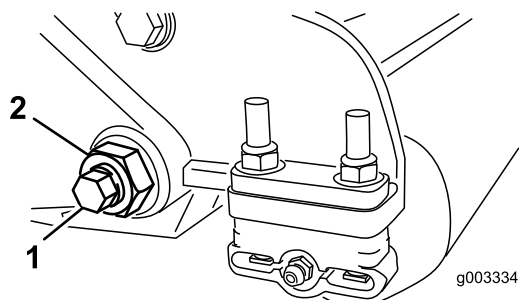

Figure 30
3. De chaque côté de la machine, desserrez le contre-écrou de fixation du boulon de la barre d'appui (Figure 30).
4. Retirez les boulons de la barre d'appui de façon à pouvoir abaisser la barre et la déposer de la machine (Figure 30). Mettez de côté les 2 rondelles en nylon et